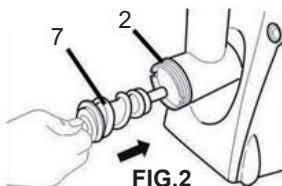

FIG.2
Inserire la vite senza fine (7) nel condotto di alimentazione fissandola sul perno motore (fig.2).
Eseguire le stesse operazioni indicate nel paragrafo “utilizzo passapomodoro” fino all'illustrazione di fig.2.